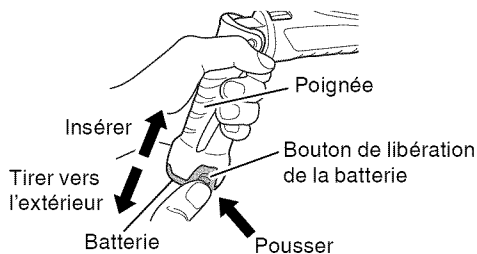

Fig. 3
Toujours insérer la batterie à fond, jusqu'à ce qu'elle se bloque avec un petit déclic. Sinon, elle risque de tomber accidentellement de l'outil et de blesser l'opérateur ou d'autres personnes alentour. (Fig. 3)
Sortir la batterie de la poignée de l'outil tout en appuyant sur les boutons de libération de la batterie (2) de chaque côté de la batterie. (Fig. 3)